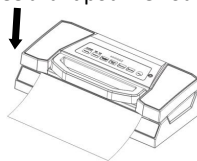

Fig.2
4. Mettez le couvercle supérieur vers le bas et appuyez sur la poignée avant pour verrouiller le couvercle supérieur.- **Fig.2**